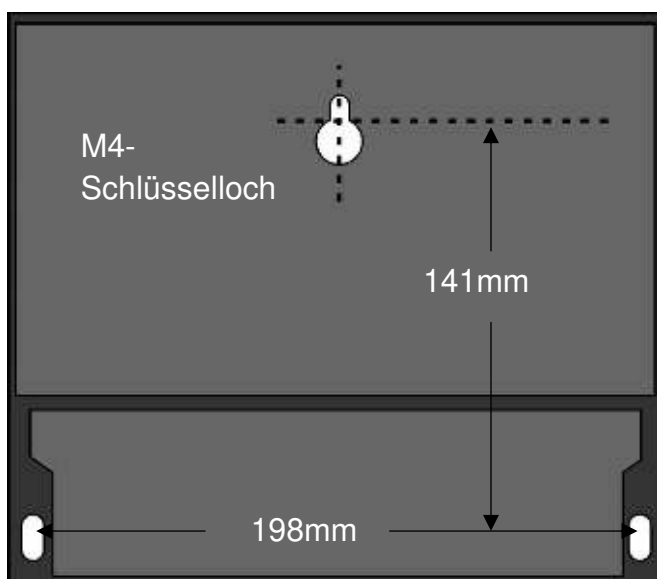

Abbildung 7 UF3300-Montageabmessungen
4. Richten Sie das Gehäuse aus (siehe Abbildung 7) und markieren Sie dann die Positionen für die verbleibenden Schraubbefestigungen durch die Langlöcher an den unteren Ecken des Gehäuses. Entfernen Sie dann das Gehäuse und bohren Sie die entsprechenden Löcher.